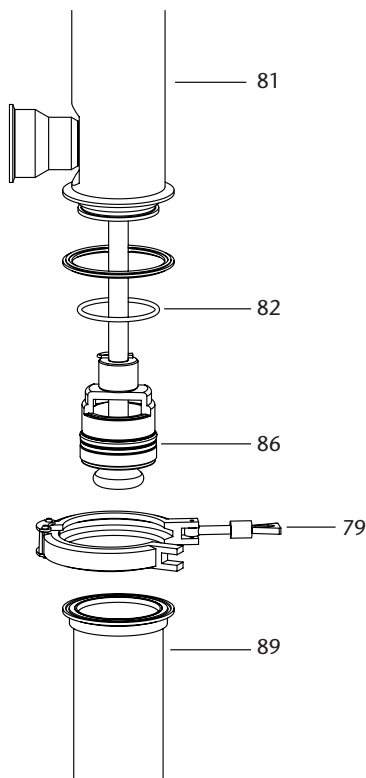

Fig. 18
4. Instale la junta tórica (82) en el cuerpo de salida (81). Empuje el conjunto pistón (86) dentro del cilindro (89), si está muy duro, puede ayudarse de un martillo de goma para golpear suavemente el cilindro (89) y facilitar la operación. Fíjelo todo mediante la abrazadera (79) (fig. 18).